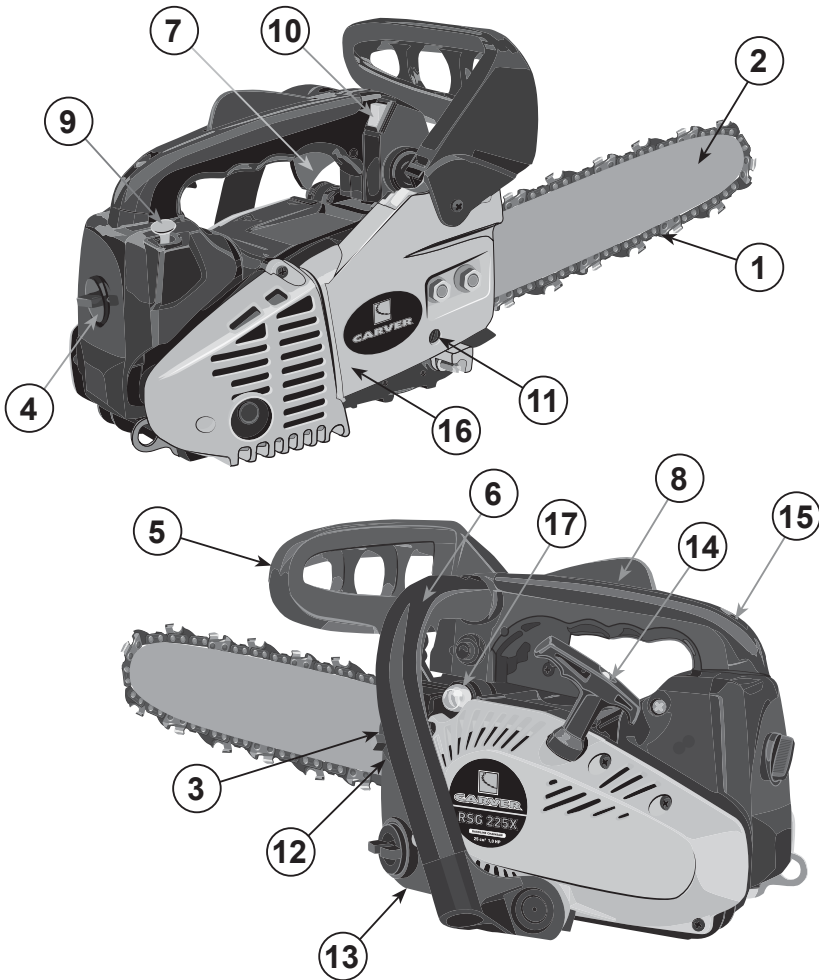

Рис. 1. Бензопила
2. ОСНОВНЫЕ ЧАСТИ И УЗЛЫ БЕНЗОПИЛЫ (рис. 1)